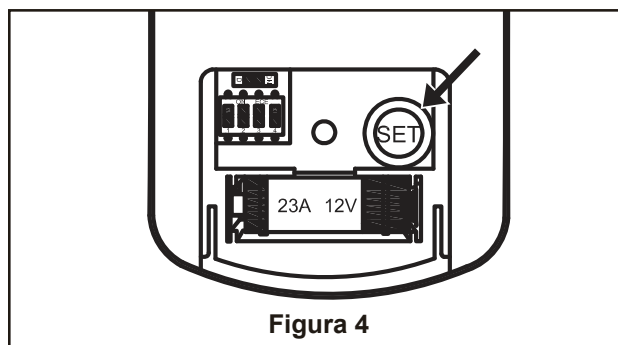

Figura 4
2. Levante cuidadosamente el ventilador y coloque el ensamblaje de la bola para colgar/varilla en la abrazadera para colgar que acaba de fijar a la caja de salida. Asegúrese de que la ranura de la bola esté alineada con la lengüeta de la abrazadera para colgar. (Figura 4)
4. Instale la unidad LED en la unidad del kit de iluminación usando los tornillos extraídos en el paso 3A. (Figura 4)
6. Configuración del mando a distancia y proceso de configuración de la velocidad (RPM): (Figura 4)